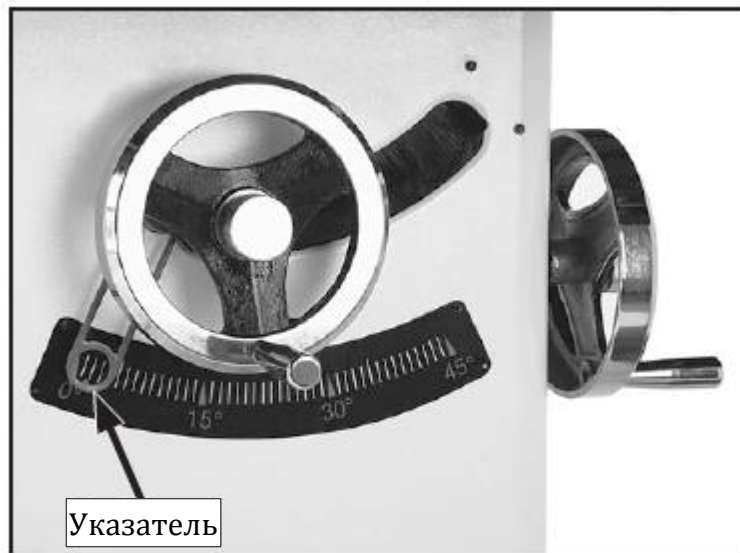

Рис. 63. Стрелка указателя наклона
- Если пила расположена под углом 90° к столу, то регулировки не требуются. Проверить, чтобы стрелка указателя наклона, показанная на рис. 63, указывала на отметку 0° по шкале. Положение регулируется ослаблением винта, перемещением указателя пальцами с последующей затяжкой винта.